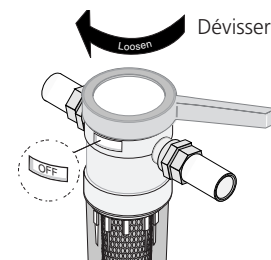

Figure 5
- Tourner la tête du filtre (avec la clé bleue livrée avec la cartouche) à droite d'environ 45 ° jusqu'à la position «OFF» (voir la Figure 5).
- Tourner à droite d'environ 45 ° le dessus du filtre (à l'aide de la clé bleue livrée avec la cartouche) (jusqu'à la position « BY-PASS »). Se reporter à la Figure 5 sous la rubrique « Comment remplacer la cartouche ».